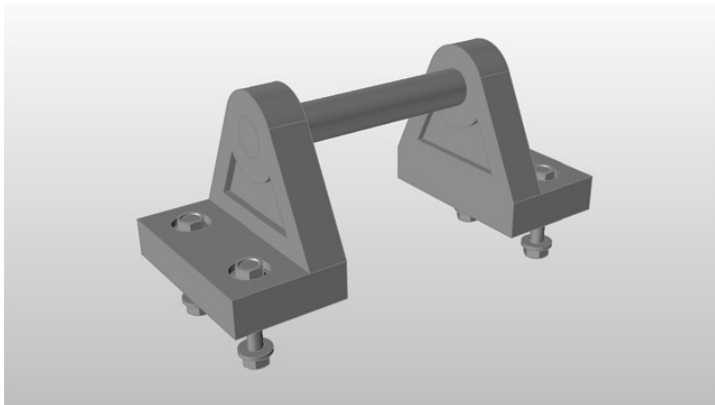

图 3-33
4) 在模型视窗中，单击底座零件将其选中，然后按〈H〉键将其隐藏，如图 3-33 所示。